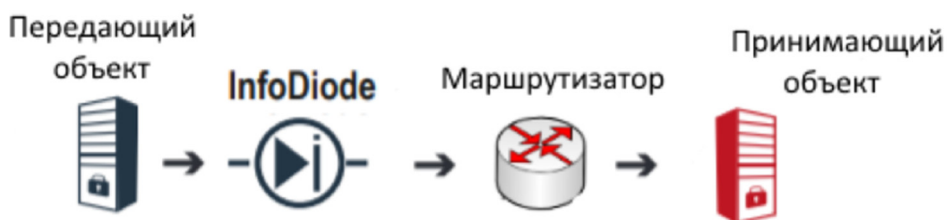

Рис. 12. Изделие установлено перед граничным маршрутизатором
3. Приемный объект включен в сеть и не имеет внешнего IP-адреса, Изделие установлено перед граничным маршрутизатором (Рис. 12).